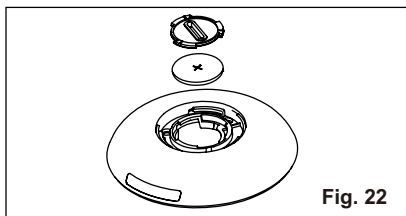

Fig. 22
3. Bruk samme metode til å åpne beskyttelsesdekslet på innsiden og ta ut batteriet. (Fig. 22)